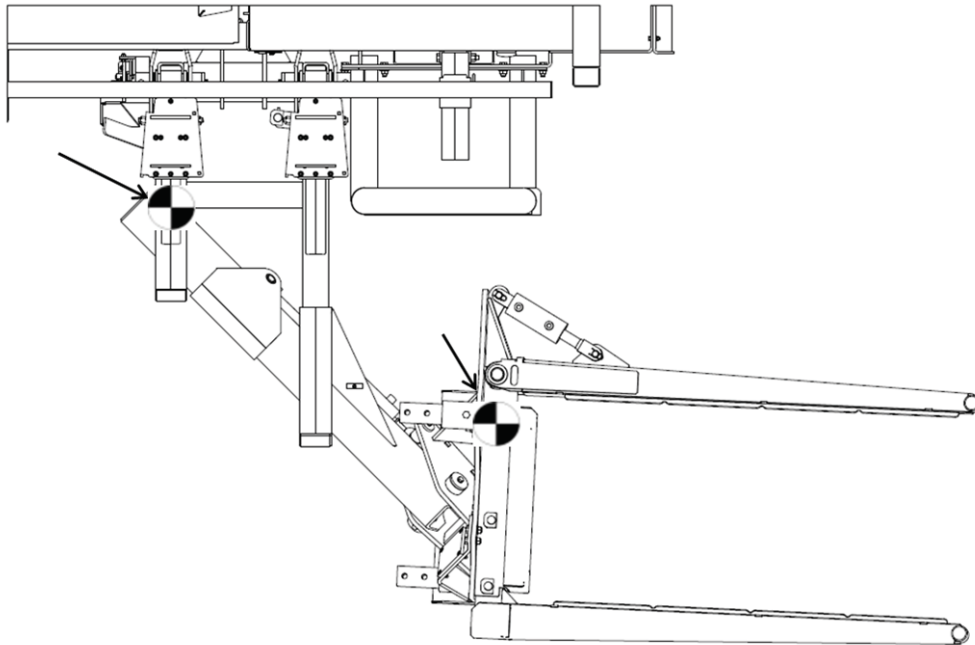

Figure 11 – Points d'attache des chaînes
2. Passez une courroie sous chacun des deux points de levage identifiés dans la Figure 11 – Points d'attache des chaînes.